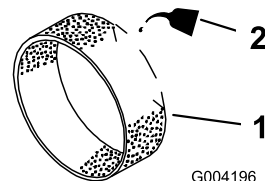

Figura 44
3. Applicare circa 30–60 ml d'olio sul prefiltro (Figura 44).